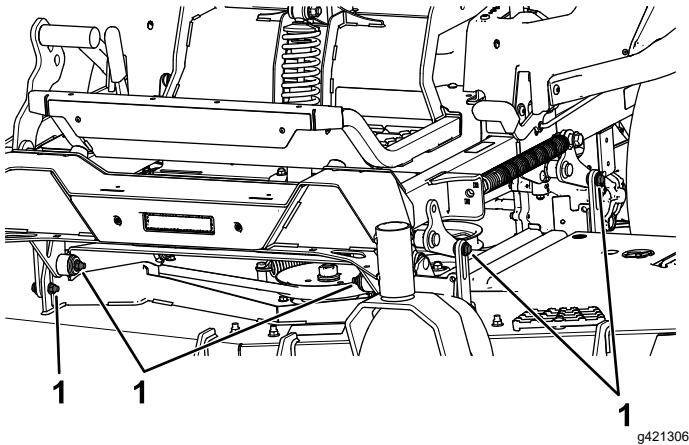

Figura 107
7. Retire y guarde los pernos y las tuercas de ambos lados de la máquina (Figura 107).